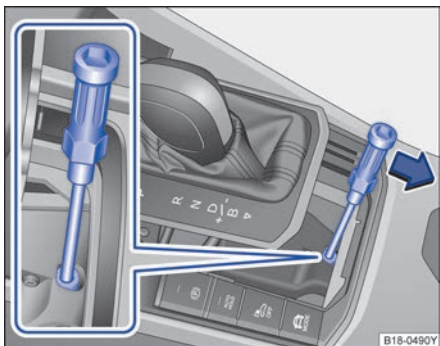

图 90 换挡杆锁应急解锁
- 用螺丝刀工具沿箭头方向按压解锁拨杆⇒图 90 并使其保持在该位置；